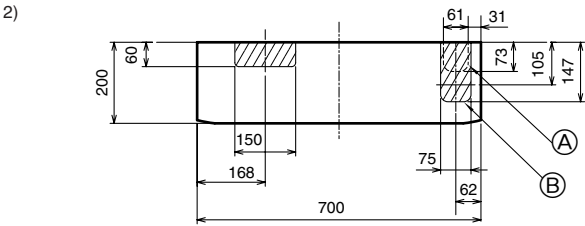

Fig. 3-8
- 2) Для трубопроводов справа по направлению вниз или слева по направлению вниз (Fig. 3-8)